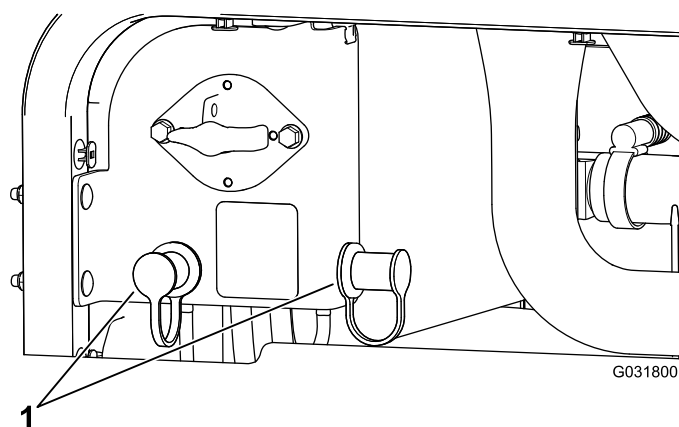

Figure 107
3. Retirez les capuchons des bornes positives de la batterie déchargée (Figure 107)
- Retirez les capuchons des bornes positives de la batterie déchargée (Figure 107)